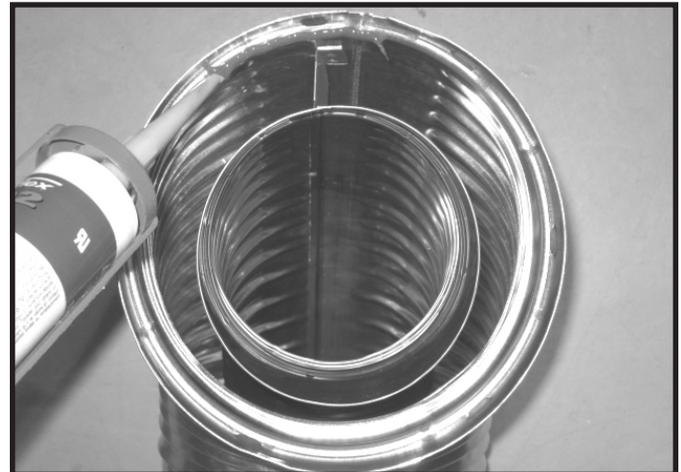

Figure 7.1 Scellant de silicone à haute température
- Appliquez une bande de silicone (degré minimum d'exposition continue de 150 °C (300°F)) dans le joint femelle du conduit extérieur avant de relier les sections. Voir la Figure 7.1. **OU** Appliquez une bande de silicone (degré minimum d'exposition continue de 150 °C (300 °F)) sur l'extérieur du joint après avoir relié les sections **OU**